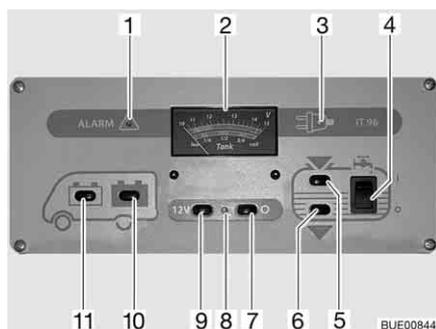

Fig. 158 Panel IT 96-2
El interruptor principal de 12 V (Fig. 158,7 y 9) conecta y desconecta el panel y la alimentación de 12 V del habitáculo.
- Pulsar el interruptor (Fig. 158,9) "12 V": La alimentación de 12 V del habitáculo está conectada. La luz de control (Fig. 158,8) se enciende de color verde.
- Pulsar el interruptor (Fig. 158,7) "O": La alimentación de 12 V del habitáculo está desconectada. La luz de control (Fig. 158,8) se apaga.
Observar la escala superior del instrumento indicador V/depósito (Fig. 158,2). El instrumento indicador se ilumina automáticamente al accionar el interruptor.
- Pulsar el interruptor (Fig. 158,11) "☰": Indica la tensión de la batería del motor de arranque.
- Pulsar el interruptor (Fig. 158,10) "☷": Indica la tensión de la batería del habitáculo.
Observar la escala inferior del instrumento indicador V/depósito (Fig. 158,2). El instrumento indicador se ilumina automáticamente al accionar el interruptor.
- Pulsar el interruptor (Fig. 158,5) "": Indica la cantidad de agua.
- Pulsar el interruptor (Fig. 158,6) "": Indica la cantidad de aguas residuales.
Conectar: ■ Pulsar el interruptor basculante (Fig. 158,4) por arriba "I": El suministro de agua está conectado.
Desconectar: ■ Pulsar el interruptor basculante (Fig. 158,4) por abajo "O": El suministro de agua está desconectado.
La luz roja de "ALARMA" (Fig. 158,1) parpadea en cuanto la tensión de la batería del habitáculo baja de 11 V (medición durante el servicio) y hay peligro de descarga completa.
Se enciende la luz de control de 12 V (Fig. 158,8) cuando se conecta el interruptor principal de 12 V (Fig. 158,9).
Se enciende la luz de control de 230 V (Fig. 158,3) amarilla cuando hay tensión de red en la entrada del bloque eléctrico.